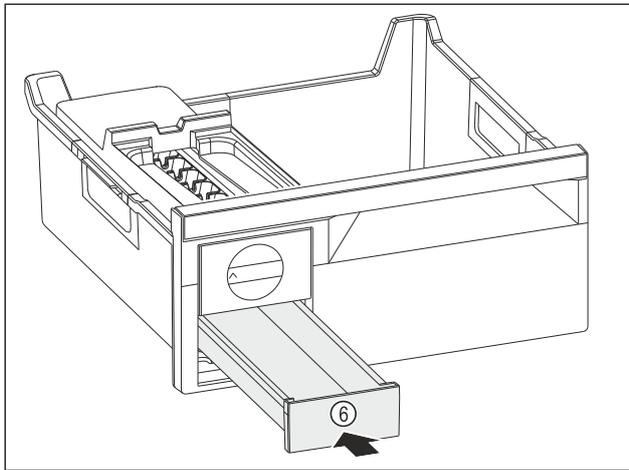

Fig. 217
- ▶ Eiswürfelschubfach Fig. 217 (6) einschieben.